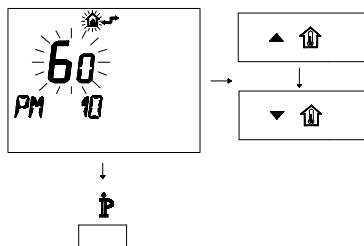

Figura 5.36
- Per modificare il SET programmato agire sui pulsanti $\blacktriangle$ $\uparrow$ o $\blacktriangledown$ $\downarrow$ e aspettare che il numero programmato cominci a lampeggiare (Figura 5.36).